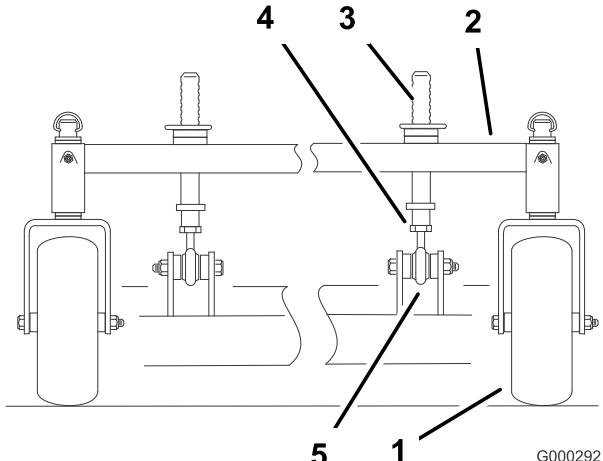

Figure 84
- Vous pouvez régler les montants de hauteur de coupe avant pour modifier l'inclinaison avant/arrière (Figure 84).
- Pour éléver l'avant du plateau de coupe, desserrez le contre-écrou et tournez la goupille avant dans le sens horaire (Figure 84).
- Pour abaisser l'avant du plateau de coupe, desserrez le contre-écrou et tournez la goupille avant dans le sens anti-horaire (Figure 84).
- Resserrez les écrous de blocage (Figure 84).